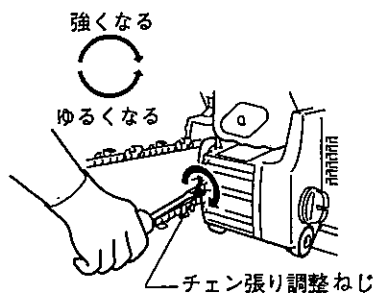

図 7
- (1) ガイドバーの先端を持ち上げながら, マイナスドライバーで調整ねじを回し, チェン刃の張りを調整します。調整ねじを右に回すとチェン刃の張りは強くなり, 左に回すとゆるくなります。(図7)